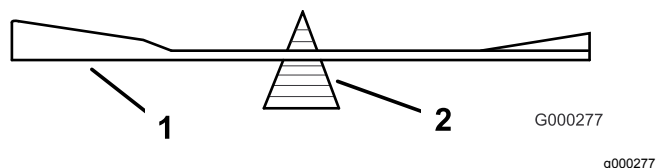

Figura 78
2. Controllate l'equilibrio della lama posizionandola su un bilanciatore (Figura 78).